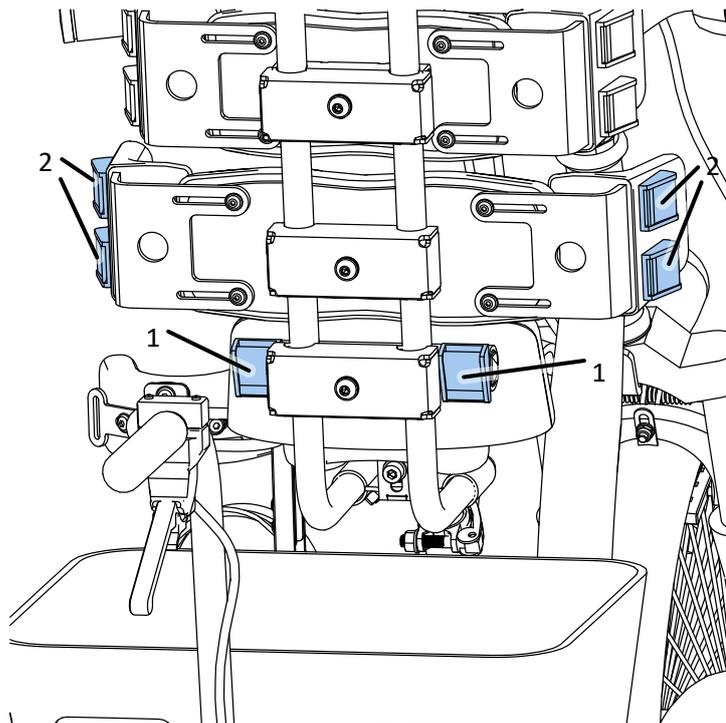

Abb. 33
Der Hüftgurt wird mit Riemen an den Schnallen (1) des Universalhalters und an den Schnallen (2) der Pelloten befestigt. Er soll sicherstellen, dass die Lenden und das Steißbein die Rückenstütze berühren. Dadurch wird der untere Rücken gestützt. Abb. 33